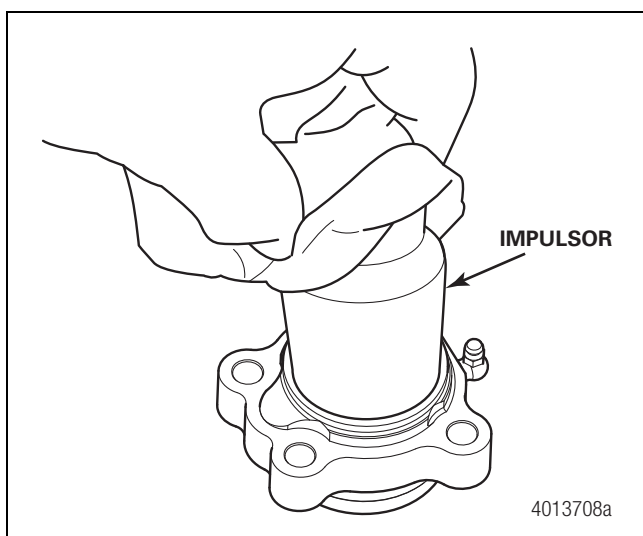
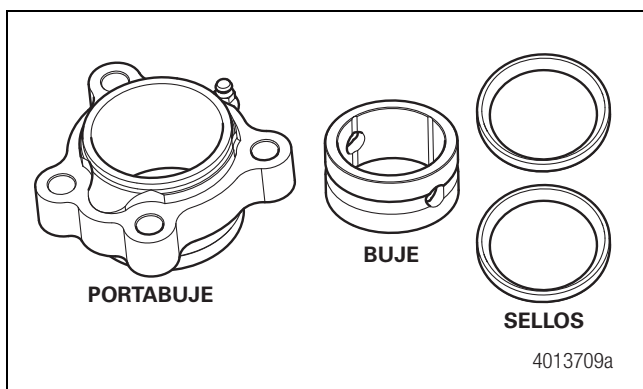

Figura 11.42
Figura 11.43
7. Con una herramienta adecuada empuje el buje y el segundo sello hacia fuera del portabuje. Figura 11.42 y Figura 11.43.